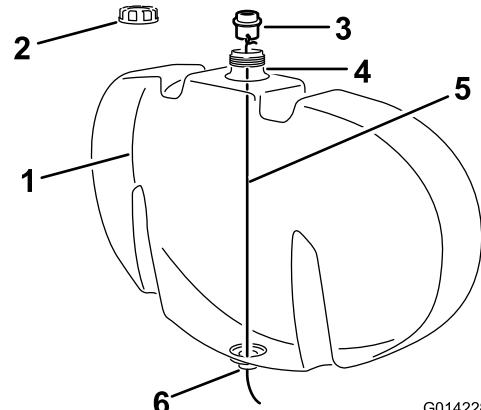

Рисунок 2
- Прикрепите провод, длина которого должна превышать высоту бака, к одному из отверстий вилки переходного штуцера (Рисунок 2).
| C. Снимите крышку горловины промывного бака (Рисунок 2). |
| D. Опустите провод в отверстие заливной горловины и протяните через нижнее отверстие бака (Рисунок 2). |